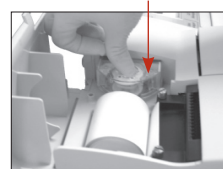

Ilustración 2: Instale un nuevo cartucho y empuje hacia abajo el cilindro de la bomba
5. Con las boquillas hacia abajo, sujete el nuevo cartucho de bomba peristáltica junto al motor de la bomba. Gire el eje del motor manualmente de modo que quede alineado con el chavetero de la bobina de la bomba. A continuación, alinee el cartucho de la bomba con el eje del motor y empujelo hacia abajo con firmeza hasta que esté bien colocado en la carcasa (ilustración 2).
6. Presione el cilindro del cartucho de la bomba hasta que se encuentre bien colocado en el eje del motor de la bomba (ilustración 2).